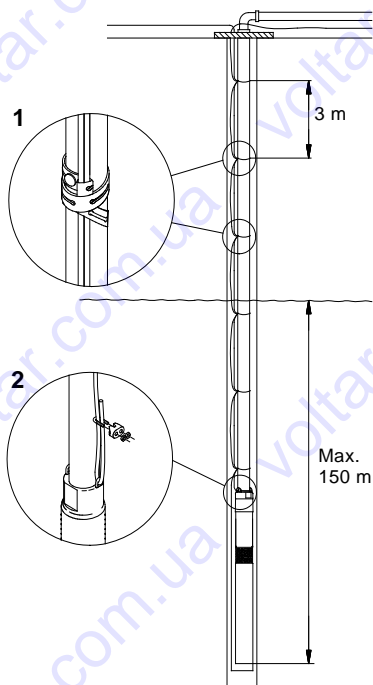

Fig. 11
Fig. 11 visar en pumpinstallation med upplysning om:
Kabelklammer skall användas var 3:e meter, se fig. 11.
Max. installationsdjup under statisk vattenspegel: 150 m, se fig. 11.
Det rekommenderas att säkra pumpen med en avlastad vajer, se fig. 11, pos. 2.